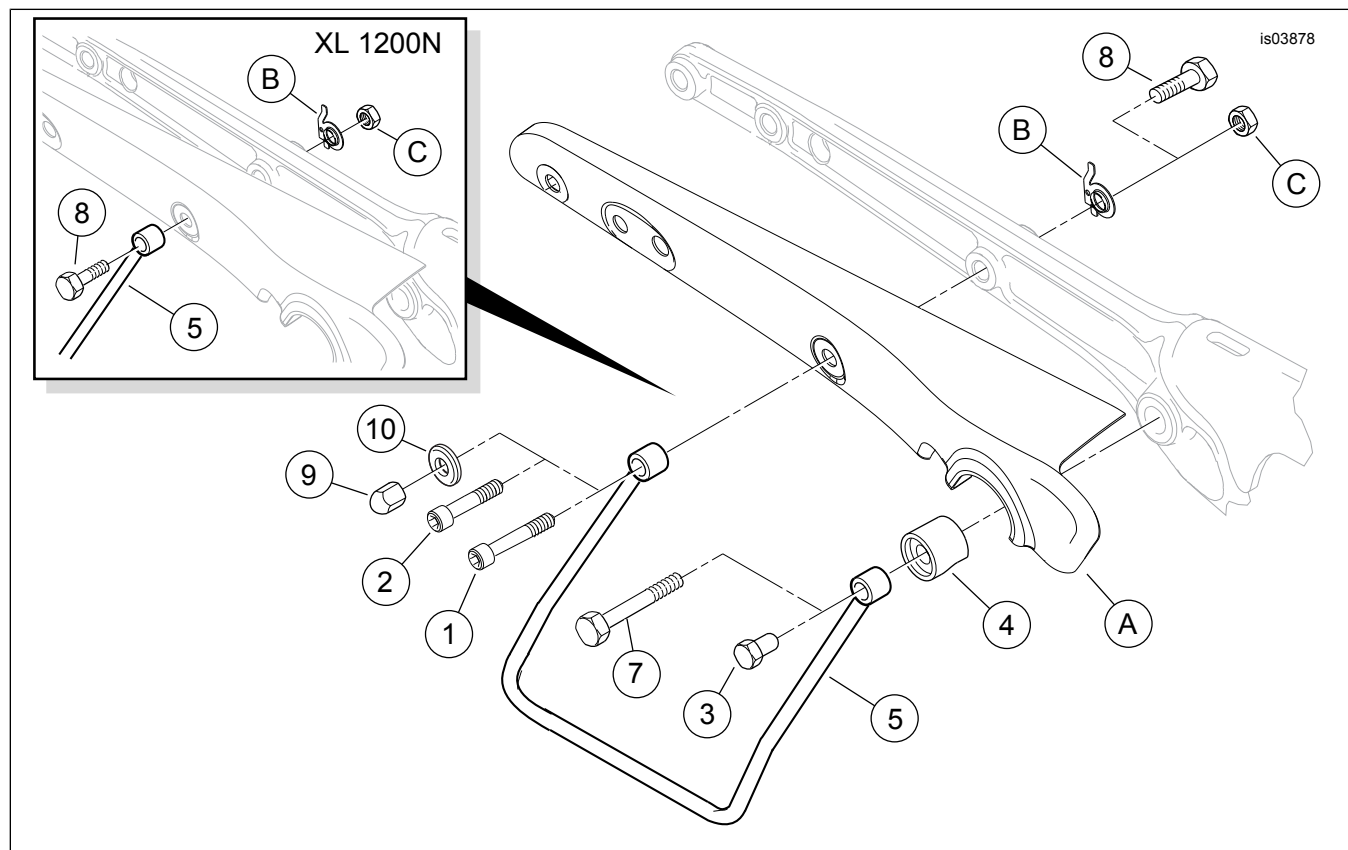

Figura 4. Parti di ricambio, kit sostegno borse portapacchi
Vedere Figura 4 e Tabella 1.
4. Vedere Figura 4. Installare un nuovo coperchio ammortizzatore (4) preso dal kit sopra il prigioniero dell'ammortizzatore. Posizionare la staffa di sostegno (5) con il foro di montaggio anteriore sopra al prigioniero dell'ammortizzatore e il foro di montaggio posteriore sopra al foro del sostegno del parafrangente.
4. Vedere Figura 4. Posizionare la staffa di sostegno (5) con il foro di montaggio anteriore sopra il prigioniero dell'ammortizzatore e il foro di montaggio posteriore sopra il foro del sostegno del parafrangente.